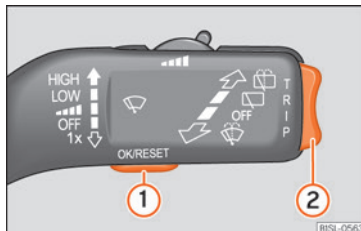

Fig. 62 Betjeningsarm til viskere: knapper til betjening af menuer i kombiinstrument
- For at skifte mellem hukommelserne skal du trykke et kort øjeblik på knappen **OK/RESET** » » Fig. 62 ①, mens tændingen er tilsluttet, og hukommelse 1 eller 2 bliver vist.
Så længe der forefindes en advarsel med 1. prioritet, »» Side 66, kan man ikke få adgang til nogen menuer. Nogle advarsler kan bekræftes og slukkes med knappen »» Fig. 62 ①.